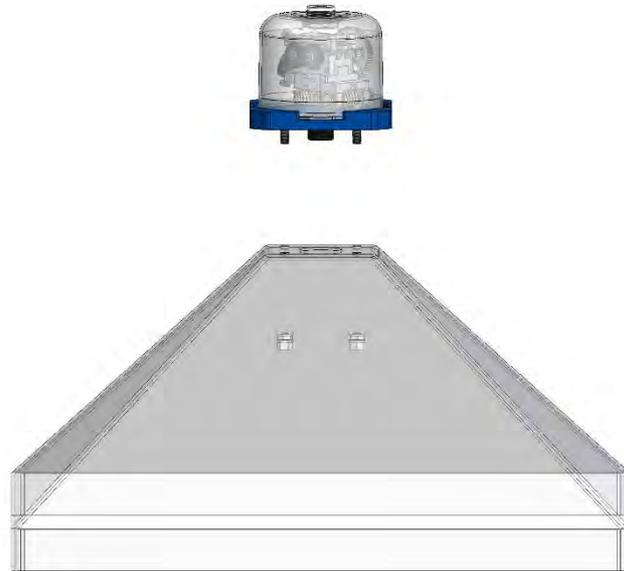

Abbildung 10
4. Platzieren Sie den Twister am oberen Ende der Haube und achten Sie darauf, dass die an der Unterseite des Twisters vorhandenen Schrauben in die entsprechenden Löcher eingesetzt werden. Abbildung 10;